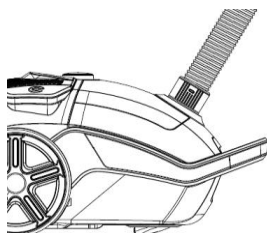

Fig 1
1. Conecte el accesorio de manguera: inserte el extremo de la manguera en la toma de la manguera en la cubierta frontal y, entonces, enganchelo. (Fig. 1)